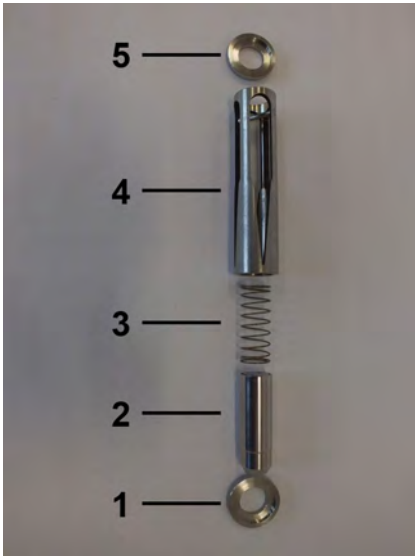

Abb. 40: Inneneteile DUM
5. ➔ Zentrierscheibe (Eingang) (Abb. 40/1), Schwebekörper (Abb. 40/2), Feder (Abb. 40/3), Schlitzdüse (Abb. 40/4) und Zentrierscheibe (Ausgang) (Abb. 40/5) als Innenteile des Strömungswächters